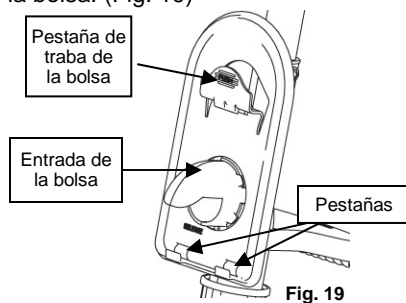

Fig. 19
1. Coloque el borde de la bolsa HEPA sobre la entrada de la bolsa. Presione el borde de la bolsa HEPA contra las pestañas en el fondo del soporte de la bolsa. Luego gírelo sobre la entrada de la bolsa. (Fig. 19)